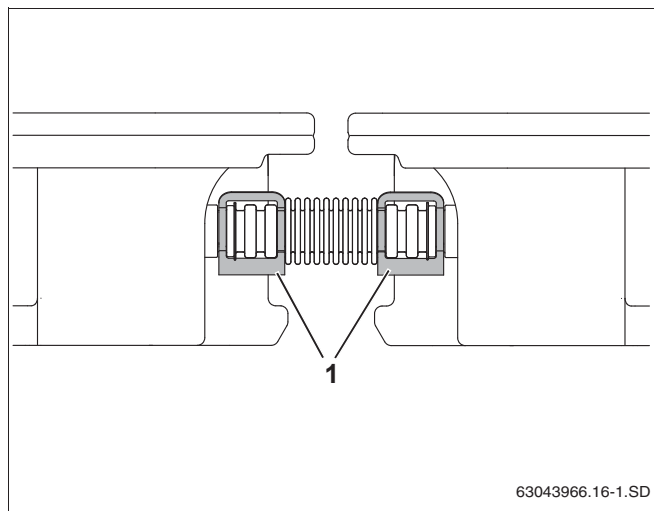

Рис. 27 Крепление гофрированной трубы зажимами
- ▶ Закрепите каждую торцевую крышку одним зажимом, а каждую гофрированную трубу двумя зажимами (рис. 27, поз. 1).